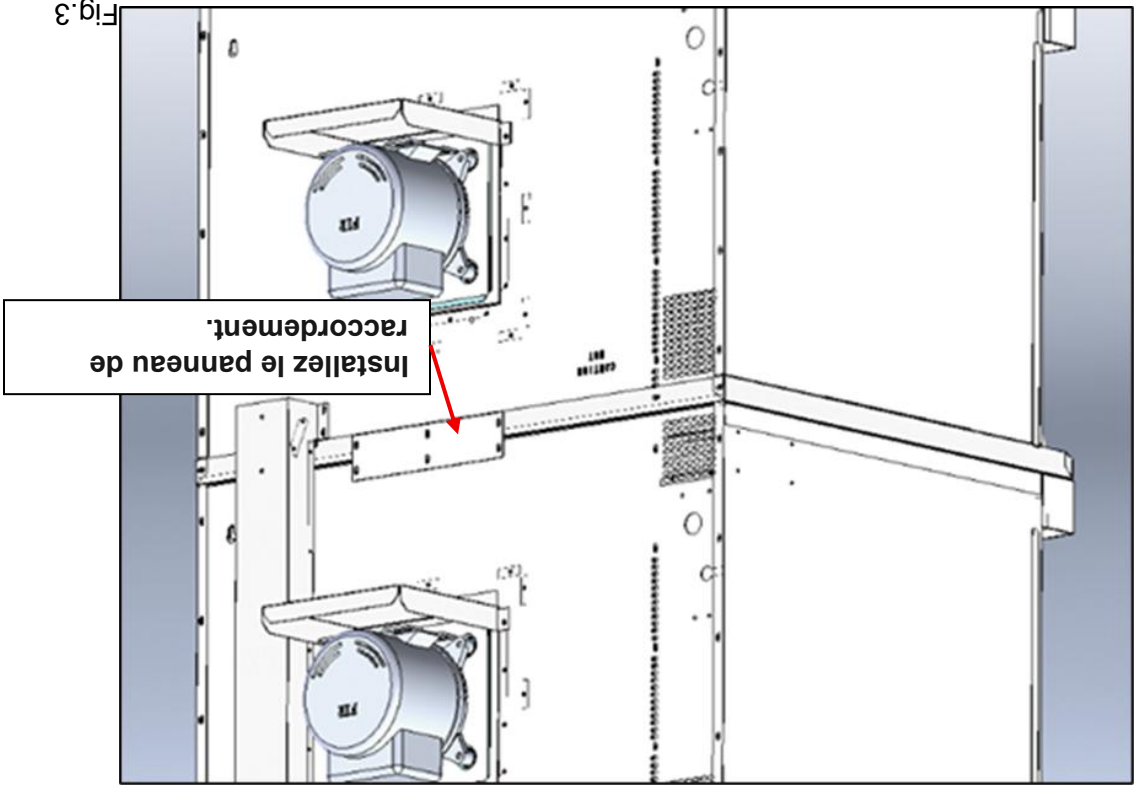

Fig. 3
3. Fixez la zone de raccordement entre l'appareil supérieur et inférieur à l'aide d'un panneau de raccordement, tel qu'illustré à la figure 3.